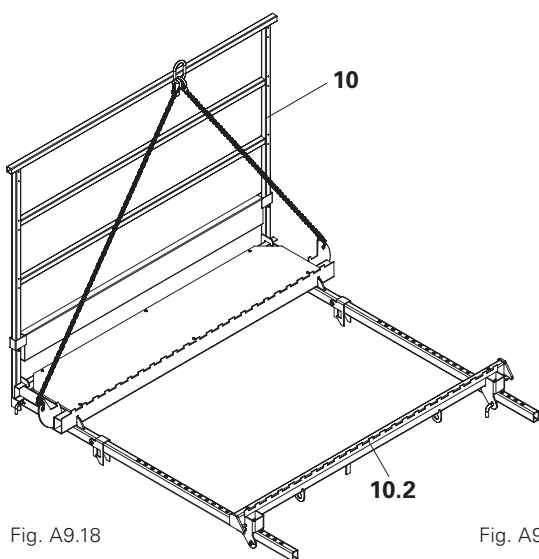

Fig. A9.18
4. Agganciare il parapetto (10.4) e fissarlo alla trave longitudinale con i perni integrati. (Fig. A9.18)
5. La piattaforma (10) è completamente assemblata. (Fig. A9.18)